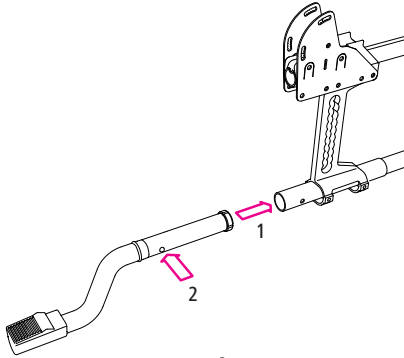

Рис.24
2. Вставте трубку-важіль для нахилу візка назад в раму (1, рис. 24). Ви почуєте, як клацне штифт, стаючи на своє місце (2, рис. 24).